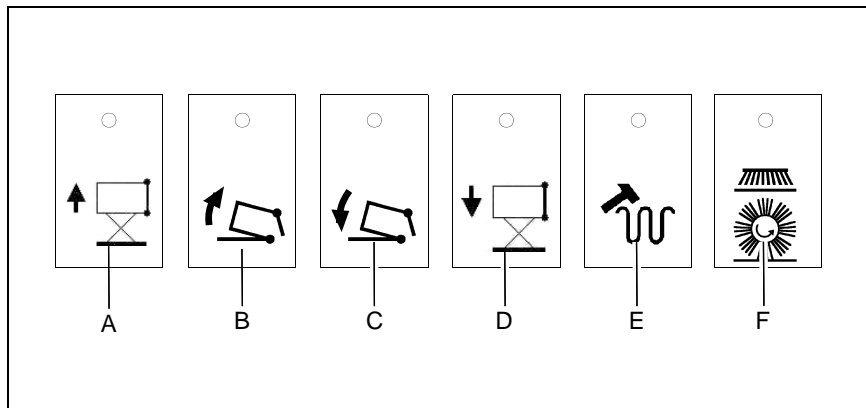

Abb.7
1. Kehrfunktionen mit dem Taster (Abb. 7/F) ausschalten. Die Filterrüttelanlage wird aktiviert.
2. Bei Bedarf den Filter zusätzlich abrütteln. Dazu den Taster (Abb. 7/E) betätigen.
3. Den Kehrgutbehälter anheben. Dazu den Taster (Abb. 7/A) solange gedrückt halten, bis die gewünschte Aushebehöhe erreicht ist.
4. Langsam rückwärts fahren! Den Kehrgutbehälter entleeren. Dazu den Taster (Abb. 7/B) solange drücken, bis der Kehrgutbehälter senkrecht steht.
5. Den Kehrgutbehälter mit dem Taster (Abb. 7/C) wieder zurückschwenken.
6. Den Sweepmaster vom Container entfernen und den Kehrgutbehälter mit dem Taster (Abb. 7/D) bis in die Endposition absenken. Die Endposition wird erkannt und der Kehrgutbehälter ggf. automatisch zurückgeschwenkt.